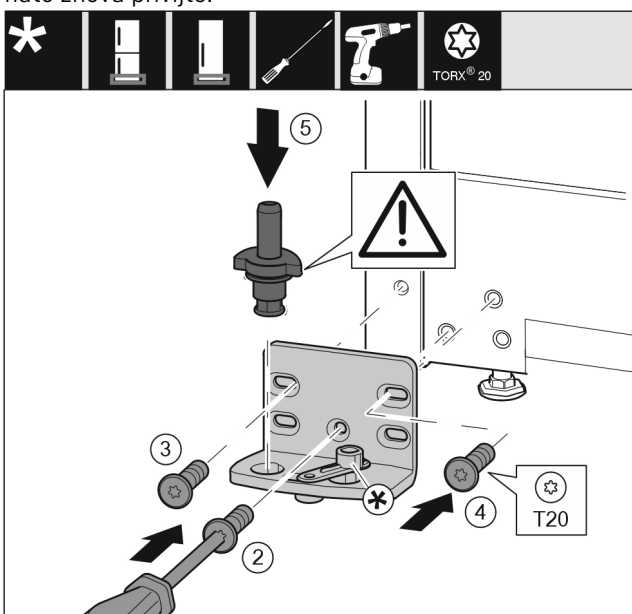

Fig. 20
- ▶ Ležajni podstavek namestite na drugo stran in ga po s pomočjo izvijača. Pričnite z vijakom Fig. 20 (2) spodaj na sredini.
- ▶ Privijte vijak Fig. 20 (3) in vijak Fig. 20 (4).
- ▶ Vstavite ležajni sornik Fig. 20 (5) do konca. Pri tem pazite na to, da je zaskočni zapah obrnjen nazaj.